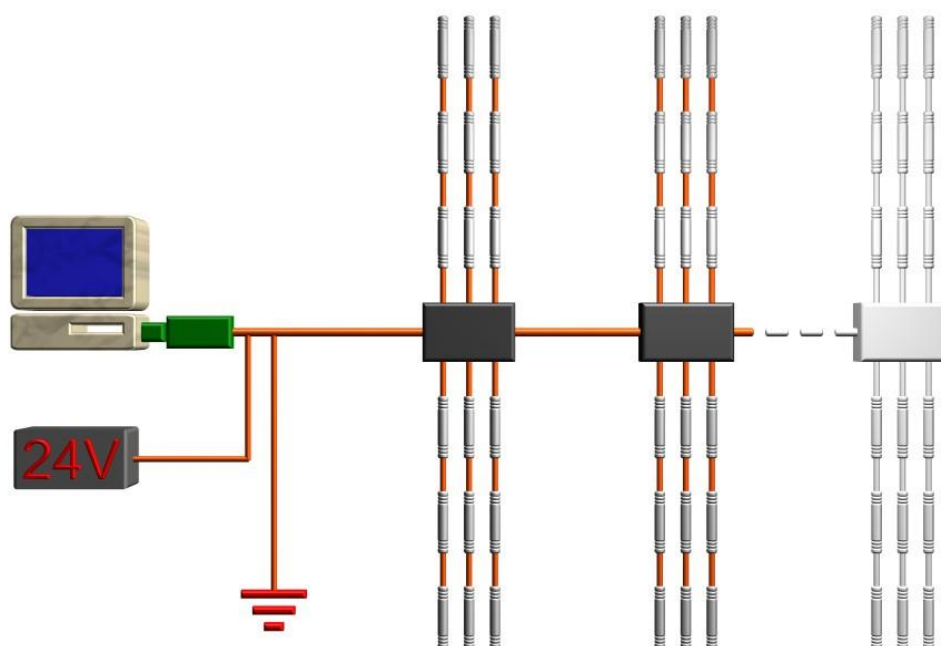

Рисунок 3 – Соединение контроллеров
1.8.1 Контроллеры соединяются между собой по топологии «шина», т.е. последовательно друг за другом (рисунок 3).